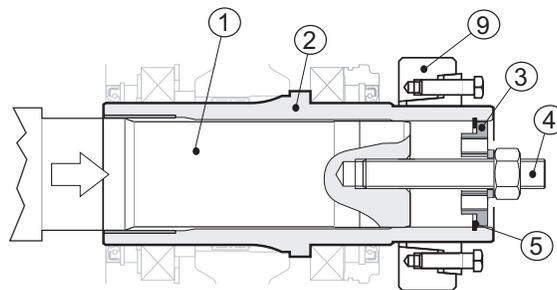

Fig. 21
Quindi inserire nelle loro sede prima il seeger per interni (pos. 5), poi il fondello (pos. 3), a questo punto avvitando il dado della barra filettata si portano i due alberi a battuta tra di loro (vedi Fig. 21 (pag. 28)).